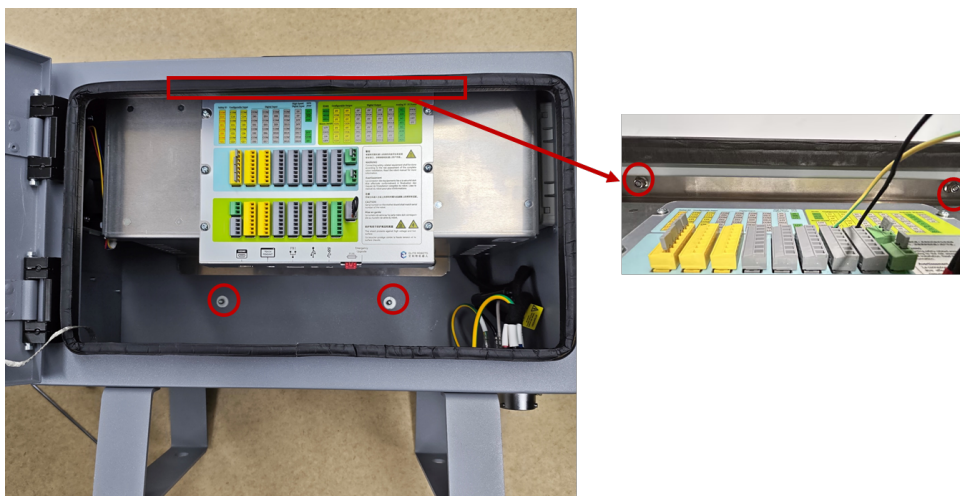

图 3-23: 控制柜内六角圆柱头螺钉位置
10. 将安装钣金模块放回箱体内，并将 4 颗内六角圆柱头螺钉拧紧固定好安装钣金，如图 3-23 所示；